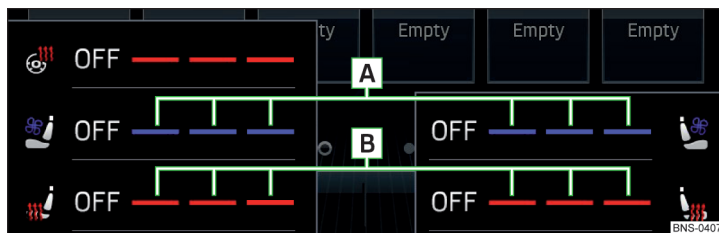

Fig. 106 Ecranul Infotainment: Încălzirea și ventilarea scaunelor față este pornită la capacitate maximă
► Apăsați tasta respectiv de pe panoul de comandă al sistemului de aer condiționat; pe afișajul Infotainment se afișează un meniu pentru operarea încălzirii și ventilării scaunelor din față» **fig. 106**.